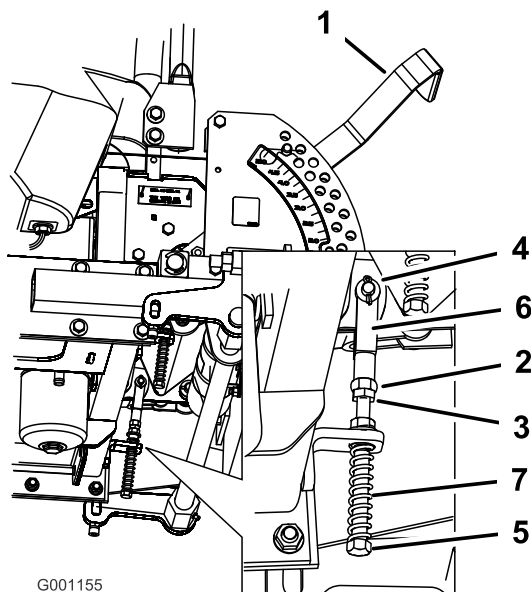

Figure 85
- 8. Si un réglage s'impose, desserrez l'écrou et l'écrou de blocage vissés contre la chape (Figure 85).
- 9. Appliquez une légère pression à l'arrière du levier, et tournez la tête du boulon de réglage dans le sens voulu pour centrer le levier à la position de VERROUILLAGE AU POINT MORT (Figure 85).
- 10. Serrez l'écrou et l'écrou de blocage (Figure 85).